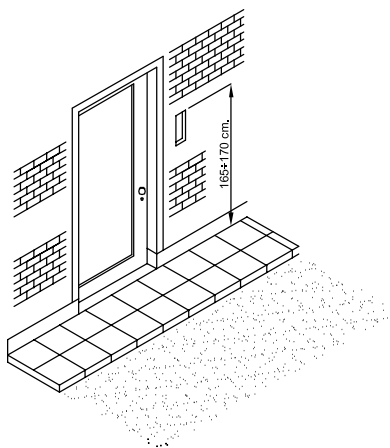
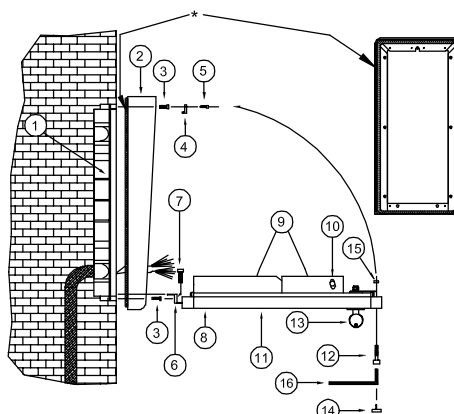

Fig.3
Fig.4
Flush mounting (Fig.4)
- a. Mount the box (1) at 165-170 cm. from ground level (as shown on fig.3);
- c. Fix the covering frame (2) to the back box (1) by using the four screws provided (3); Use the rain shield instead of the covering frame if the space where the outdoor station should be placed, is exposed to weather;
- d. Fix the lock plate (4) by using the two screws provided (5);
- e. Insert the modules (9) into the slide guides of the support frame (11) and insert microphone in to the proper housing;
- f. Insert the hinge (6) into the proper guide of back box (1) and fix by the two screws (7) provided;
- h. Be sure that all connections are well made and then power on the system: by pressing the call button (8) an electronic tone will be heard from the intercom; after a few seconds the videophone will light up and a sharp picture will appear;
- j. If necessary adjust tilt position of CCD camera by adjusting the screw (10);
- k. Rotate the support (11) upward and fix to back box by using screw (12), ring spacer (15) and allen key (16);
- l. Where supplied, turn key (13);
To avoid water infiltration apply silicon sealing to the back surface of the rainshield (2) then fix it to the back box by using the four screws provided (see Fig.4).
Montaggio da Incasso (Fig.4)
- a. Murare la scatola da incasso (1) alle quote mostrate in Fig.3;
- c. Fissare il tettuccio anti-pioggia/cornice decorativa (2) alla scatola da incasso (1) utilizzando le quattro viti in dotazione (3). Se il punto in cui viene installato il posto esterno è esposto agli agenti atmosferici, è preferibile utilizzare il tettuccio anti-pioggia al posto della cornice decorativa;
- d. Fissare il piastrino di riferimento serratura (4) con le due viti in dotazione (5). Il piastrino serve per i moduli con serratura di sicurezza;
- e. Inserire i moduli (9) nel relativo supporto (11) ed il microfono nella propria sede;
- f. Inserire la cerniera (6) del supporto (11) nell'apposita sede della scatola da incasso (1) e fissarla tramite le due viti in dotazione (7);
- h. Collaudare l'impianto: premere il pulsante di chiamata (8) e verificare, sul relativo videocitofono, l'emissione della nota modulata e la successiva visualizzazione (dopo qualche secondo) del video proveniente dalla telecamera;
- j. Agire sulla vite (10) per regolare l'angolo verticale di ripresa, al fine di ottenere la giusta posizione della telecamera;
- k. Terminare le varie impostazioni, chiudere il posto esterno ruotando il supporto porta-moduli (11) verso l'alto e fissandolo alla scatola da incasso utilizzando la vite (12), l'anello distanziale (15), e la chiave a brucola (16);
- a. Fissare la scatola di protezione (1) alle quote mostrate in Fig.3, utilizzando le quattro viti ed i relativi tasselli ad espansione (3).
- b. Proseguire come previsto per il montaggio da incasso a partire dal punto d), tenendo presente che, al punto f), la cerniera del supporto (11) va inserita nell'apposita sede della scatola di protezione (1).